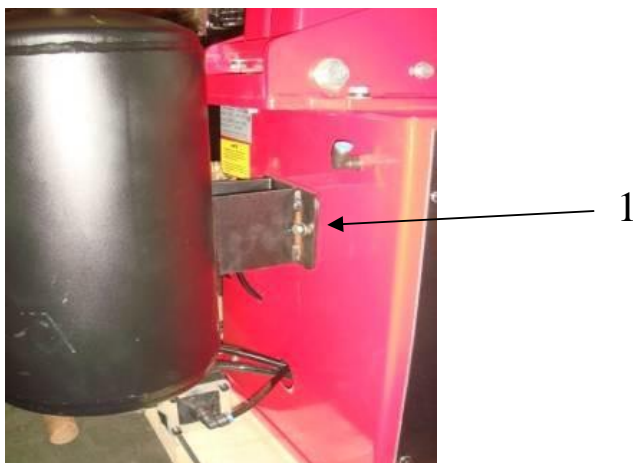

Fig 1
3.2.1.1 Brug 2 stk. M8 bolte (1—1) til at fastgøre luftbeholderen bag på kabinettet som vist på Fig1.